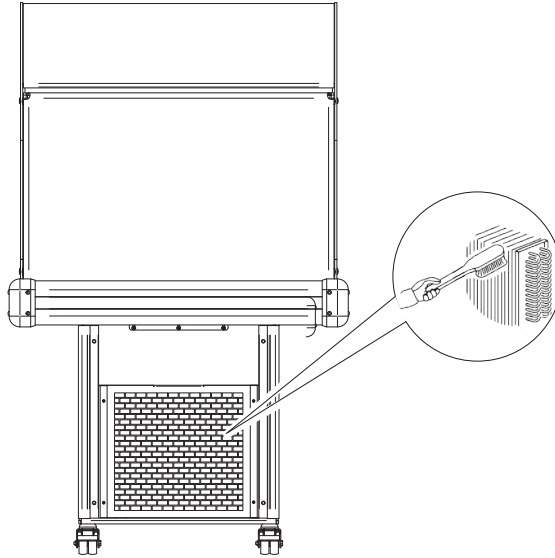

Fig.19
- rimuovere la polvere con l'ausilio di una spazzola a setole morbide (Fig.19).